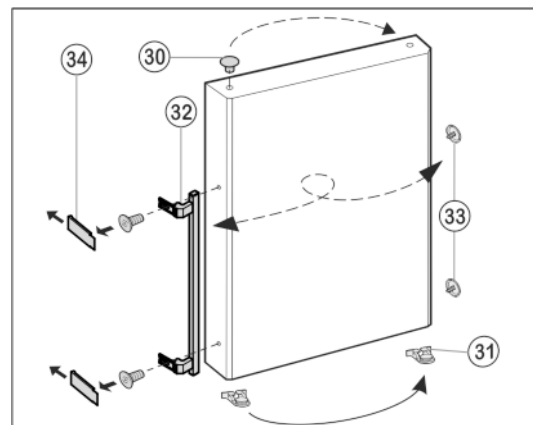

Fig. 11
- ▶ Enlever le bouchon *Fig. 11 (30)* du coussinet de la porte et le permuter de l'autre côté.
- ▶ Démontez la poignée de porte *Fig. 11 (32)*, les bouchons *Fig. 11 (33)* et les plaques d'appui\* *Fig. 11 (34)* et les permuter sur le côté opposé.